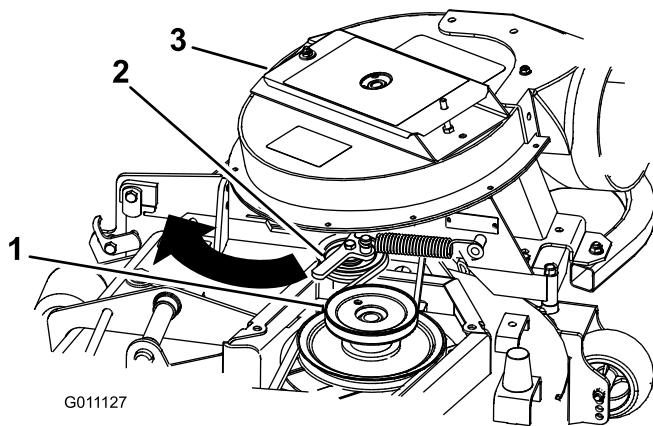

Figura 19
5. Tirate indietro la puleggia tendicinghia caricata a molla ed avvolgete la cinghia attorno alla puleggia del piatto di taglio. Assicuratevi che la cinghia sia avvolta attorno alle pulegge del soffiatore correttamente (Figura 19).